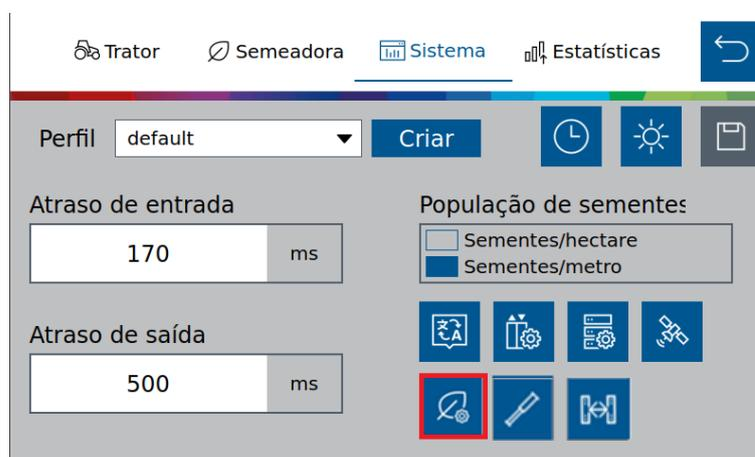

Figura 51 - Botão para a tela de configuração de fertilizante
Para acessar a tela de configuração de fertilizante o usuário deve pressionar o ícone de “Configuração de fertilizante”, Figura 51:
Para acessar a tela de calibração do subsistema de fertilizantes o usuário deve pressionar o ícone de “Configuração de fertilizante”, Figura 51, e clicar no botão de calibração (A), Figura 62.